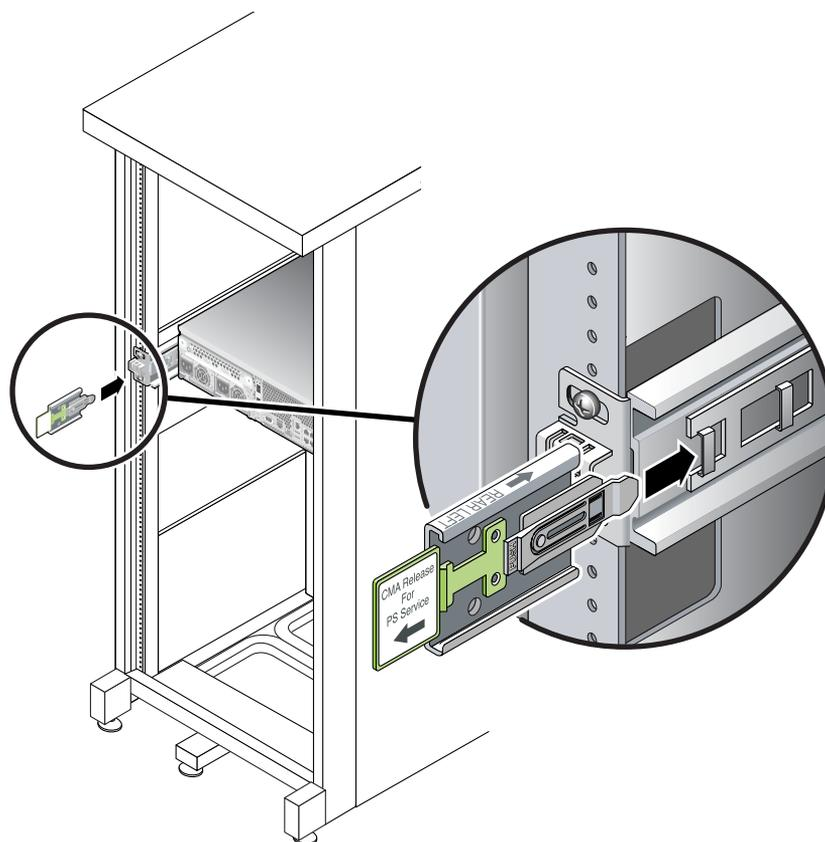

図 2-18 左側スライドレール背面側への CMA レール拡張部品の挿入
1. ラックの背面で、CMA のレール拡張部品を左のスライドレール部品の端に差し込みます (図 2-18)。